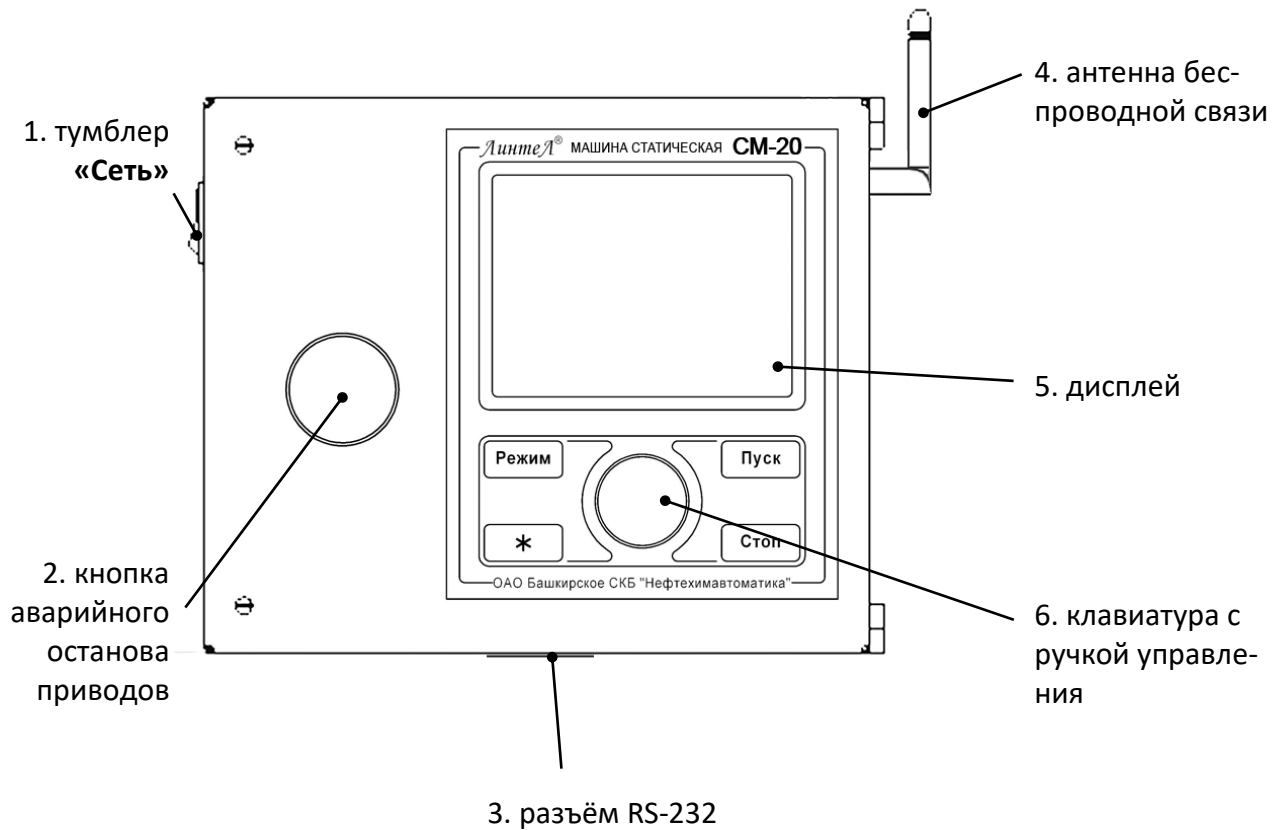

Рисунок 1 – Блок управления
- 8) режим работы – непрерывный. После окончания работы машина выключается тумблером «Сеть» на левой стенке блока управления (см. рисунок 1, страница 3).